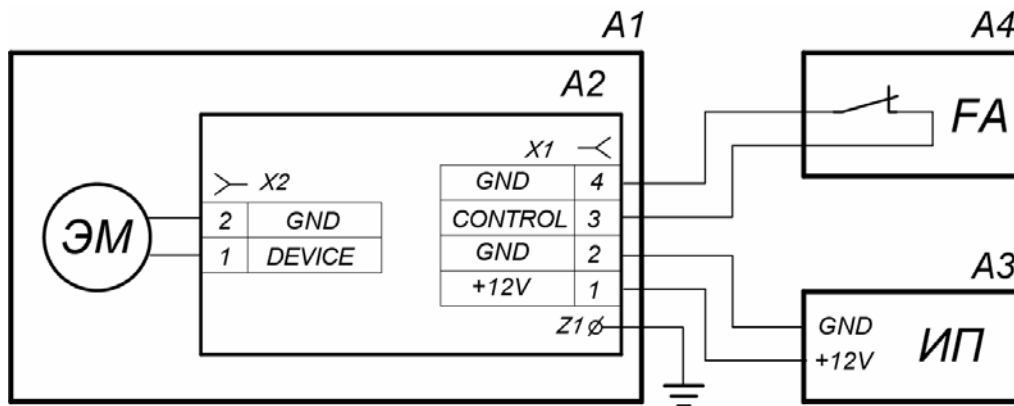

Рисунок 19. Схема электрических соединений при подключении стойки с электромагнитным УБ
7. Подключите провода цепей питания и управления к плате согласно схеме электрических соединений, приведенной на рис. 19.